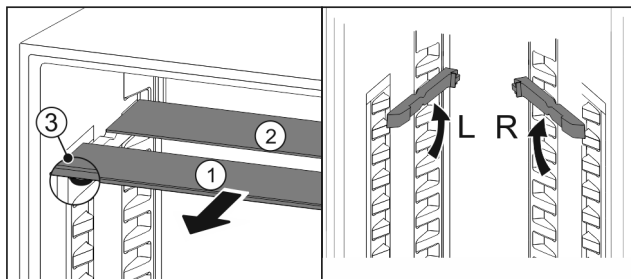

Fig. 47
- ▶ Издърпайте Fig. 47 (1) поотделно стъклените плочи напред.
- ▷ Стъклената плоча Fig. 47 (1) с декоративната лайсна е отпред.
- ▷ Ограничителите Fig. 47 (3) сочат надолу. Уреди с фризерно отделение.\*